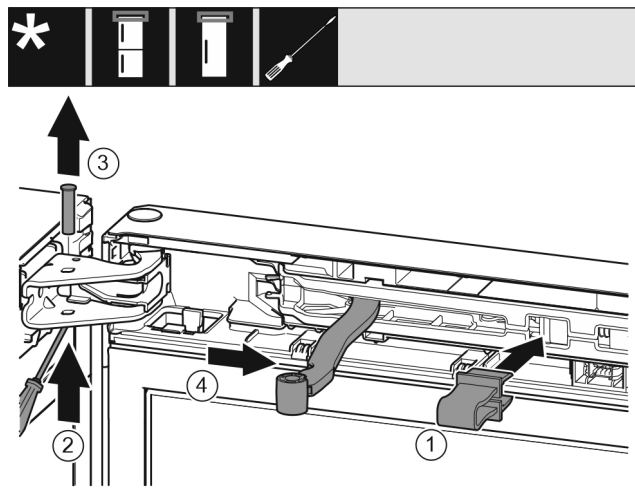

Fig. 9
- Innestare la protezione nell'apertura. Fig. 9 (1)
- Spingere verso l'esterno il perno con un cacciavite. Fig. 9 (2)
- Estrarre il perno verso l'alto. Fig. 9 (3)
- Ruotare il giunto articolato in direzione della porta. Fig. 9 (4)